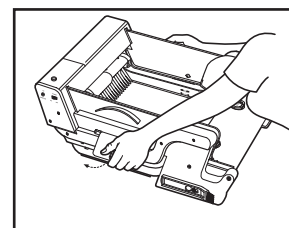
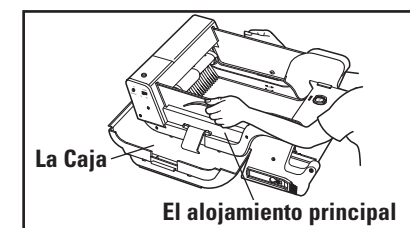

Fig. 8a
Fig. 8b
- Alce las alabas situadas a los costados de la unidad y levante por las asas de los paneles laterales (Fig. 8a) a fin de separar la bandeja del alojamiento principal de la unidad (Fig. 8b).